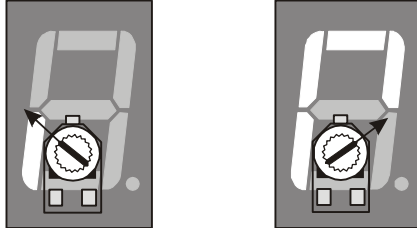

Figura 6-16
Questo esempio rispecchia la posizione della manopola del Potenzimetro accendendo i segmenti esterni del display LED a 7-segmenti come mostrato in Figura 6-16.
- √ Quando lanciate il programma esempio, potrebbe non essere preciso come mostrato in Figura 6-16. Regolate i valori della tabella lookdown in maniera che il display digitale rappresenti nel modo più accurato possibile la posizione del Potenzimetro.